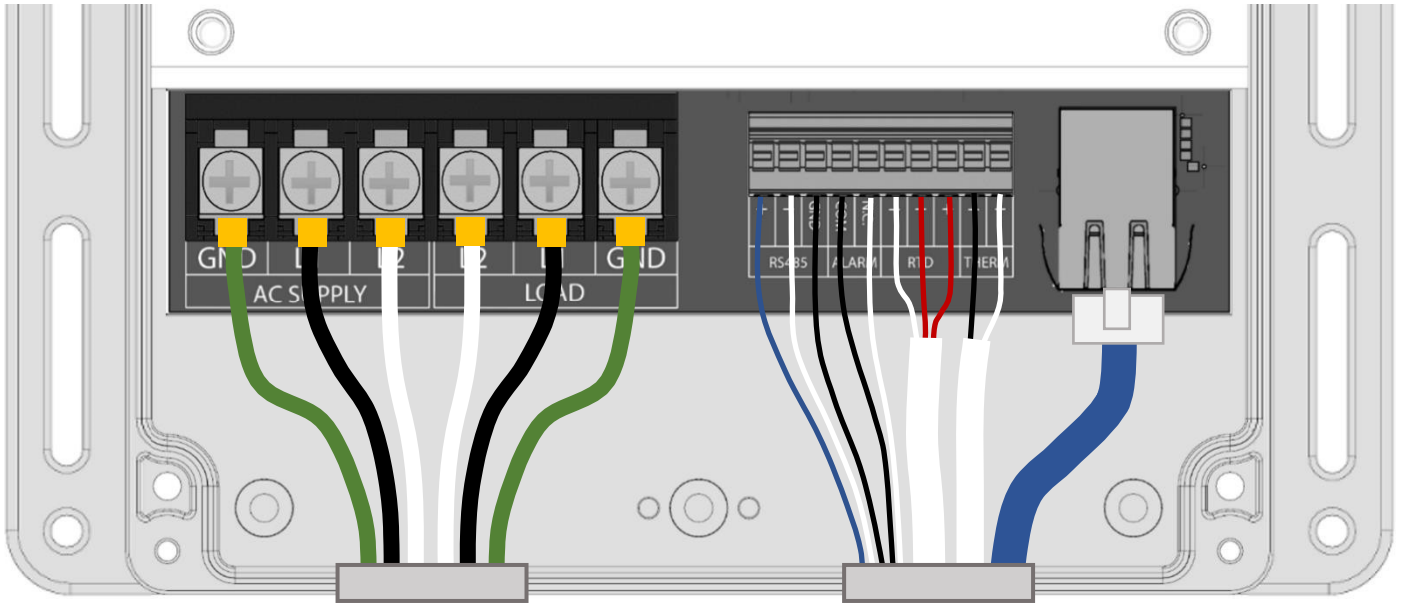

Figure 3 : Vue de dessus du contrôleur Frio S1 avec le couvercle de câblage retiré, montrant toutes les connexions de câblage possibles.
2. Connectez le capteur basse tension et les fils de communication conformément à l'image de la figure 3.
3. Connectez les câbles de traçage comme indiqué sur la figure 3. La gaine de terre du traçage thermique doit être connectée à la borne de terre du contrôleur.
4. Connectez les câbles d'alimentation comme indiqué sur la figure 3. La mise à la terre du contrôleur doit être réalisée conformément aux normes électriques locales et nationales en vigueur.